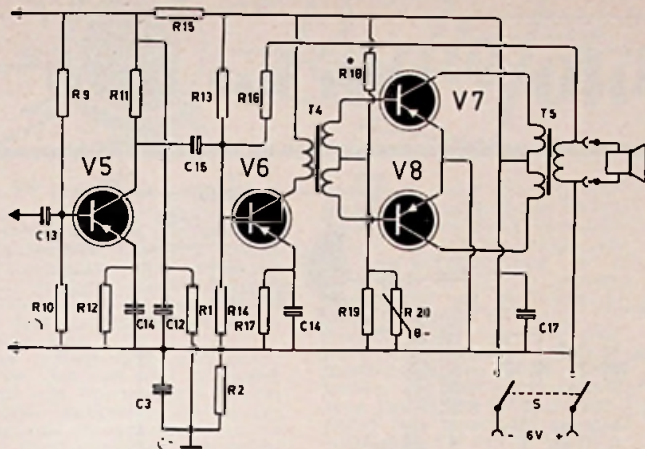

Fig. 2
a) Het a.f.-gedeelte bevat de versterker V5 en V6, en de balanseindtrap V7 en V8 (zie schema fig. 2 blz. 190/191). Het schema was oorspronkelijk gedimensioneerd voor de OC71 en 2OC72. Blijkens een door Philips op de Firato verstrekte folder kon in dezelfde schakeling zonder verdere veranderingen de OC71 door de OC13, en de OC72 door de OC14 worden vervangen. Wanneer men dit echter zo zonder meer doet, dan bestaat grote kans dat ernstige vervorming optreedt doordat de experimenteertransistoren aan veel grotere fabricagespreidingen onderhevig zijn dan de OC71 en OC72. De instelling klopt dan niet, zodat bv. de transistoren aan één kant gaan „vastlopen“. (Dit is in een latere Philips-publicatie ook nader uiteengezet). Gebruiken we dus experimenteertransistoren, dan moet de instelling van elke transistor gecontroleerd en zo nodig worden gecorrigeerd.